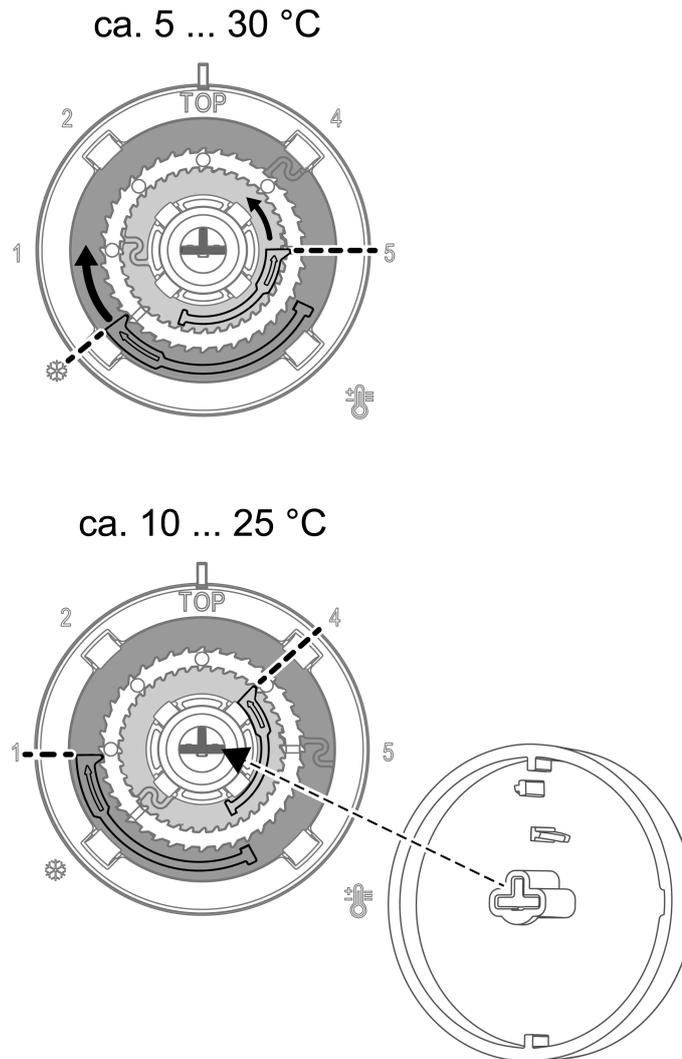

Bild 4: Einstellung der Temperaturbegrenzung (vorher/nachher)
- Bedienknopf von der Zentralplatte abziehen, so dass die Einstellringe sichtbar sind (siehe Bild 4).
- Bedienknopf wieder aufstecken, dabei Kodierung (Bild 4, unten) von Bedienknopf und Drehachse beachten.